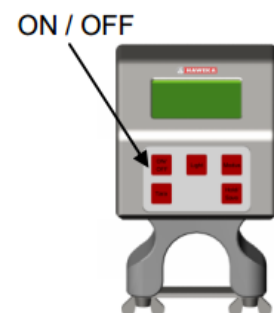

Рис.4
- Включите транспортёр, нажав кнопку ON/OFF (Рис. 4)